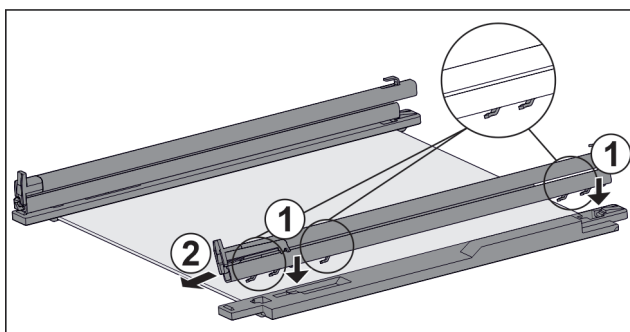

Fig. 137 Glasplatte mit Schienen und Halteteilen
- Haken der Schiene auf die Öffnungen des **linken** Halteteils setzen. Fig. 137 (1)
- Schiene nach vorne ziehen. Fig. 137 (2)
- Haken der Schiene auf die Öffnungen des **rechten** Halteteils setzen. Fig. 137 (1)